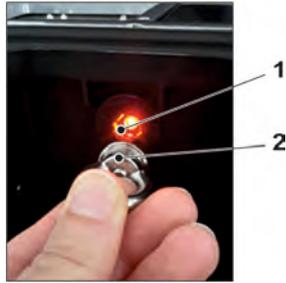

Fig. 31-20 Réveiller le NivuFlow Mobile
2. « Réveiller » le NivuFlow Mobile : tenir l'aimant fourni (Fig. 31-20 point 2) devant le contact Reed (Fig. 31-20 point 1 ; à l'avant du NFM) jusqu'à ce que la LED s'allume.